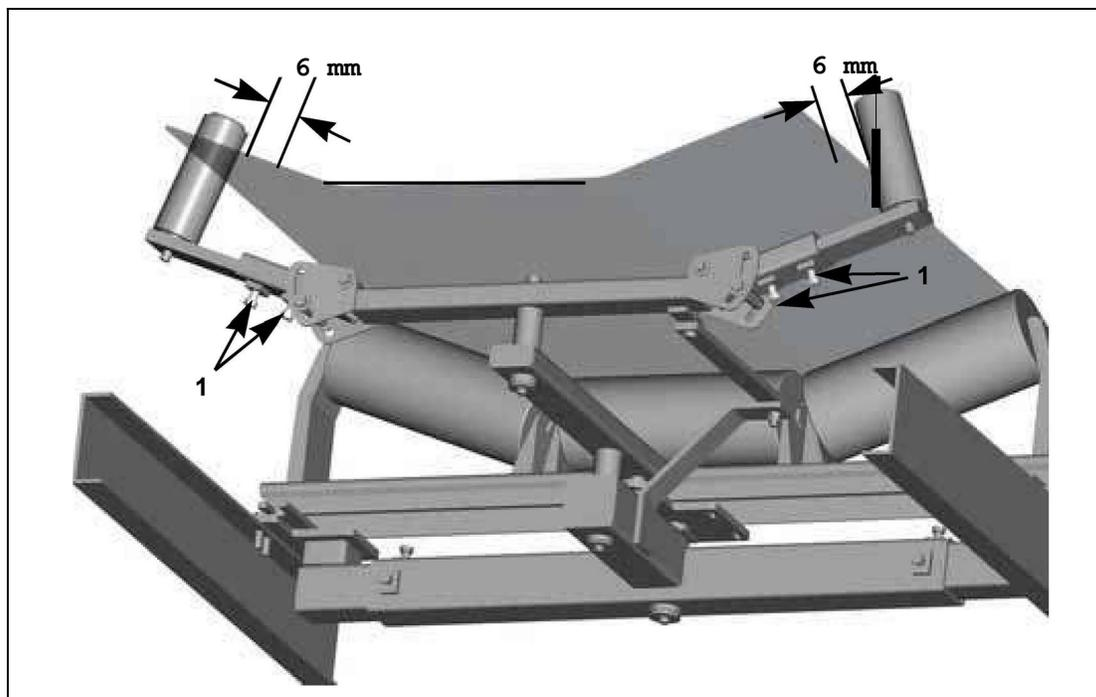

Fig. 25: Ajuste de la unidad de rodillos sensores
14. Instale la unidad de rodillos sensores a unos 6 mm del borde de la banda transportadora y fijela con los tornillos de sujeción (1, Fig. 25).